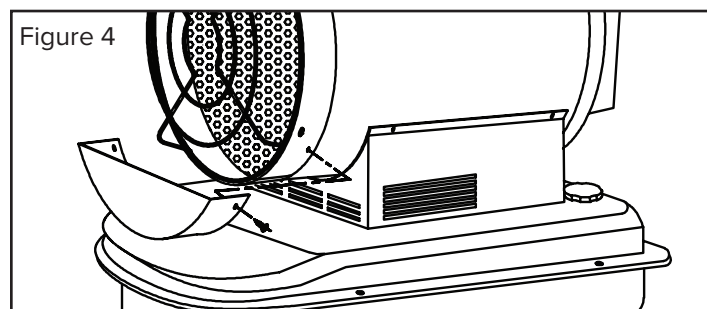

Figure 4
2. Aligner les trous de l'écran thermique avec les trous de l'anneau. Le fixer avec les vis enlevées à l'étape 1 (voir les Figures 4 et 5).